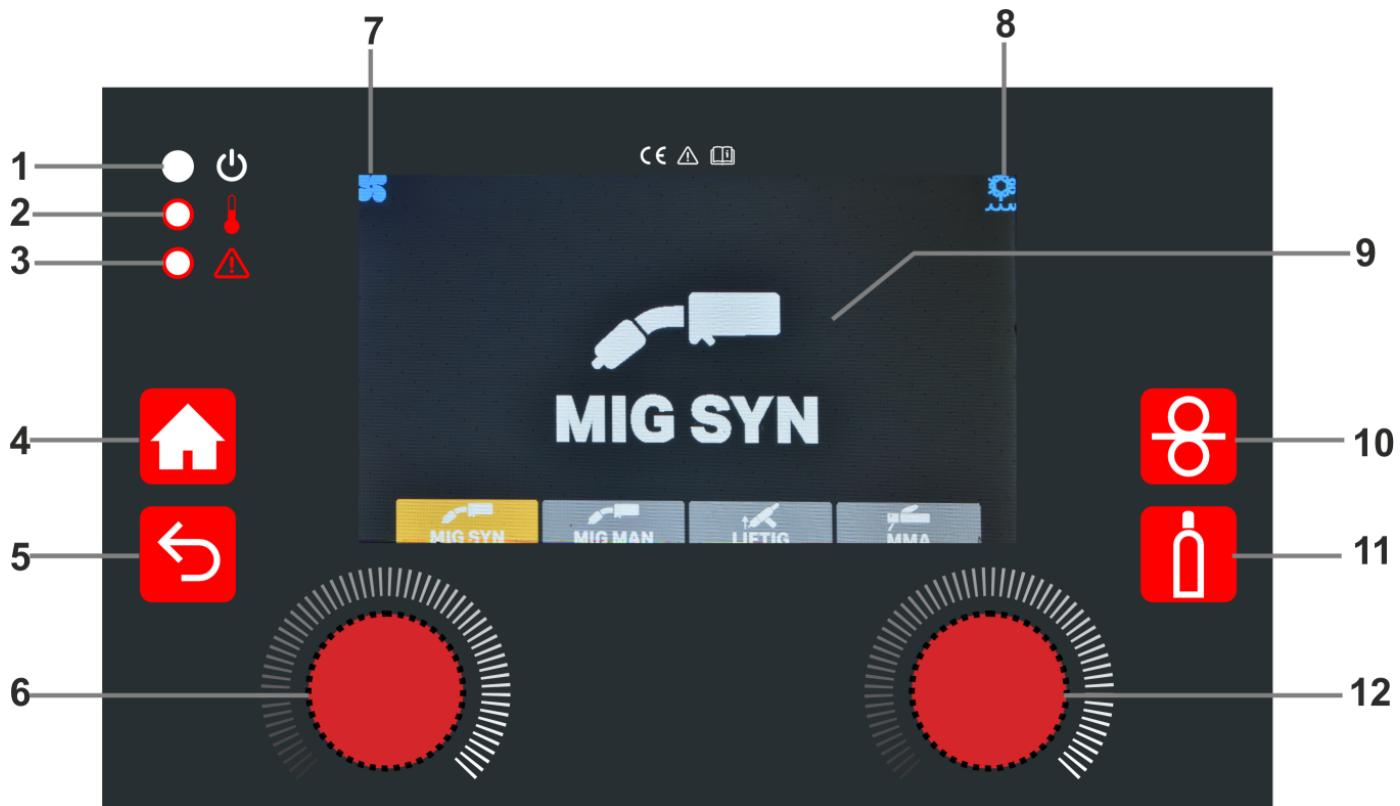
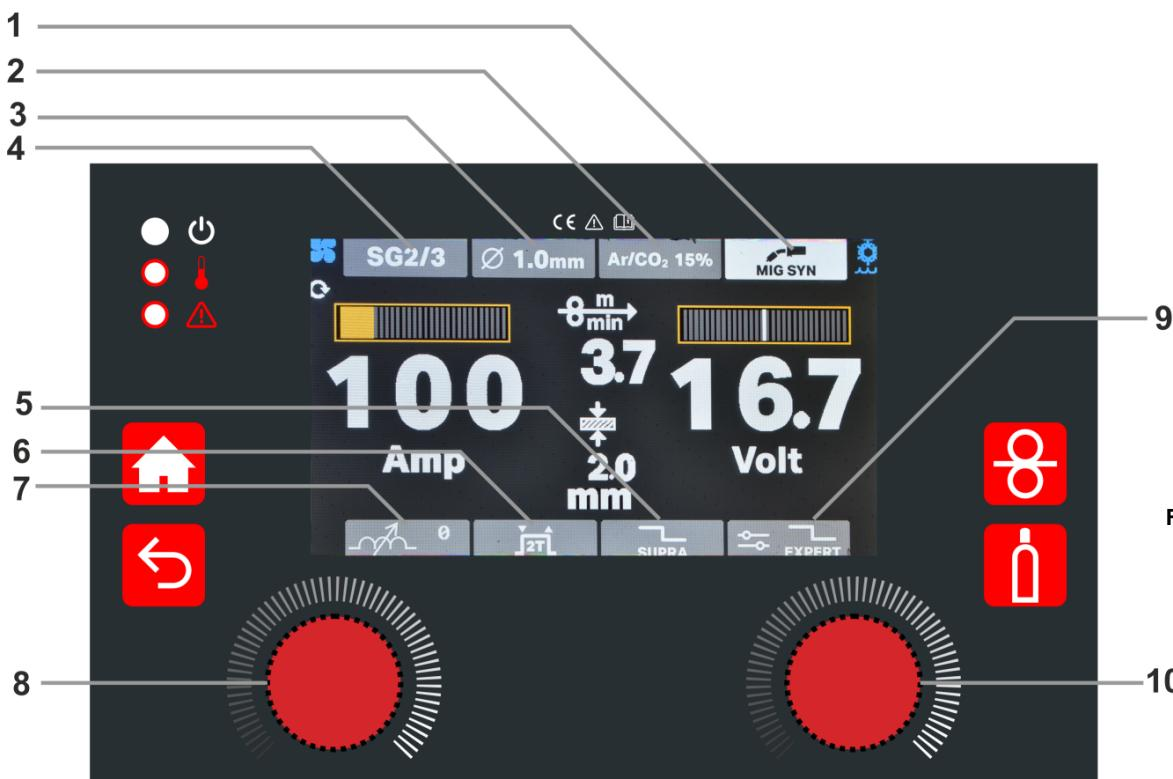
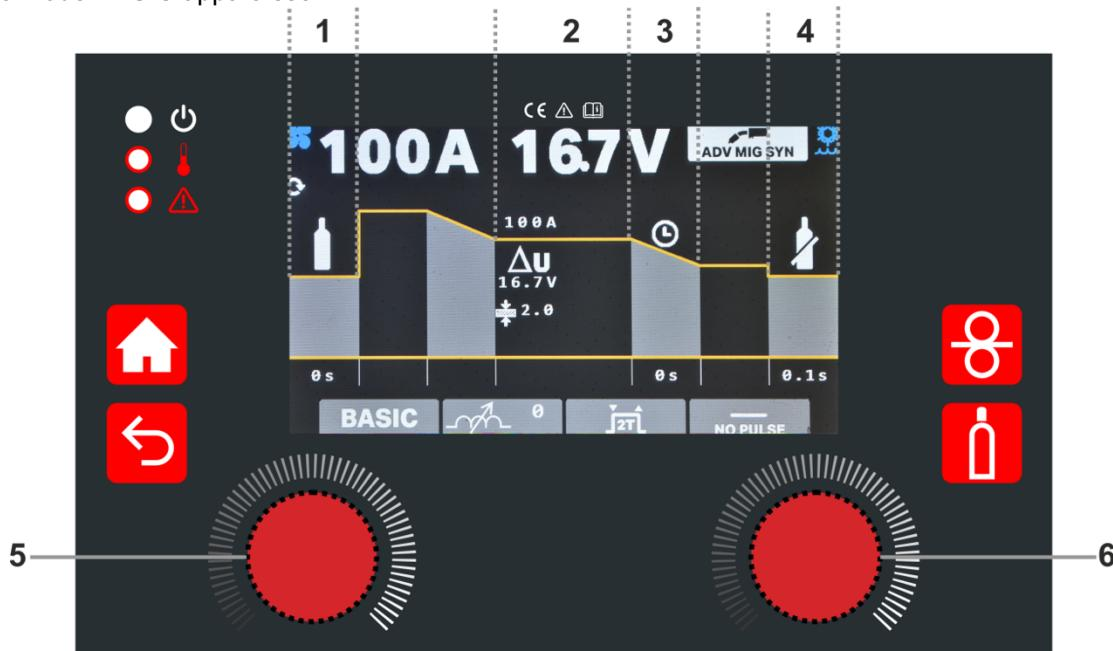
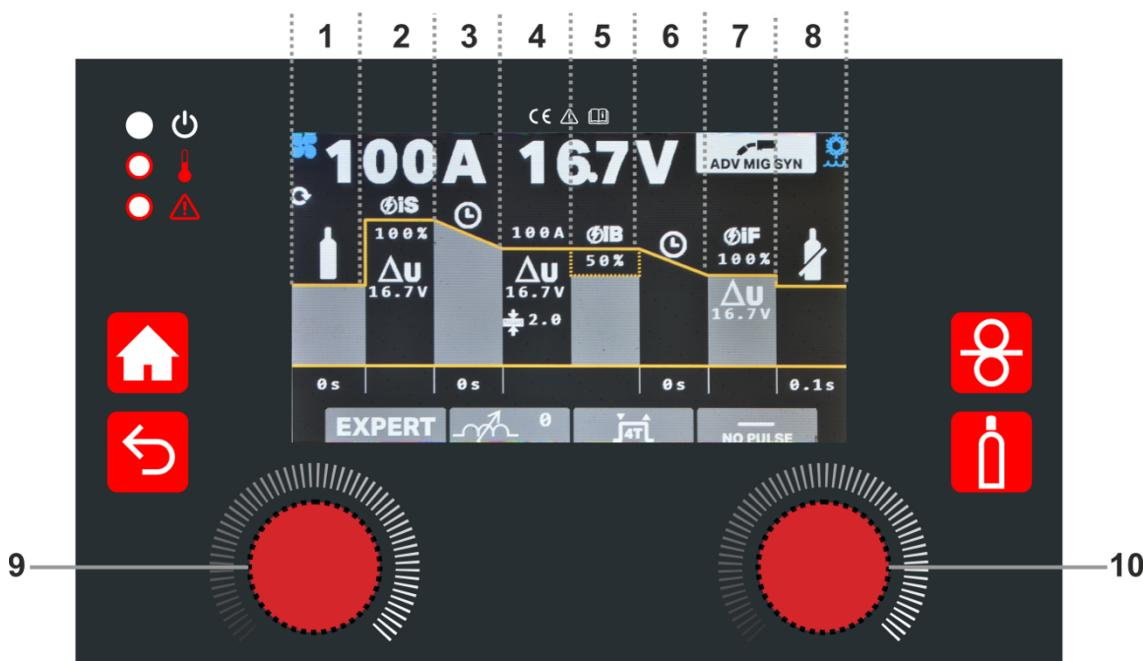

Fig 1.
Fig. 5.
Fig. 6
Fig. 8
- Dévisser l'écrou de serrage (1 - Fig.2) pour placer la bobine de fil sur le support de bobine de fil (4-fig.1). Confirmer que le système de freinage (2- Fig.2) est opérationnel, avec la broche (5- Fig.2) correctement insérée dans le trou de la bobine (3- Fig.2). Une fois la bobine de fil installée, serrer l'écrou.
Sélectionnez le mode de soudage MIG/MAG SYN en appuyant sur l'encoder latéral droit (10 - Fig. 5) dans l'option de menu correspondante. Vous êtes entré dans le mode MIG SYN dans lequel vous pouvez afficher l'état du mode respectif (1 - Fig. 1).
- Tous les éléments du menu deviennent rouges lorsque vous cliquez dessus pour régler leur valeur. Sélectionnez le matériau à souder (point de menu 4 - Fig. 5), le diamètre du fil (point de menu 3 - Fig. 5) et le type de gaz (point de menu 2 - Fig. 5) avec l'encoder droit (10 - Fig. 5) selon les tableaux de programmes synergiques suivants :
- Réglez l'inductance (point de menu 7 - Fig. 5) avec l'encoder latéral droit (10 - Fig. 5) : moins d'inductance (arc plus étroit, plus de pénétration) et plus d'inductance (arc plus large, plus de remplissage).
- Dans le cadre du programme synergique, vous pouvez régler le courant de soudage avec l'encoder de gauche (8 - Fig. 5) et avec l'encoder de droite (10 - Fig. 5), vous pouvez effectuer un réglage synergique fin.
- L'encoder latéral droit (10 - Fig. 5) permet de choisir entre les modes de torche de soudage 2T, 4T ou SPOT :
Mode MIG/MAG par points - Lorsque cette option est sélectionnée, elle indique que la machine est en mode de soudage par points MIG/MAG. Tournez l'encoder latéral droit (10 - Fig. 5) pour sélectionner le temps SPOT en secondes. Commencez le soudage par points en appuyant sur la gâchette de la torche et en la maintenant enfoncée jusqu'à la fin du programme de soudage MIG.
- Vous pouvez choisir entre le soudage en court-circuit non pulsé et SUPRA (point de menu 5 - Fig. 5) à l'aide de l'encodeur latéral droit (10 - Fig. 5). SUPRA est un type de soudage pulsé (alternance de deux niveaux de puissance) avec mode de transfert en court-circuit (voir chapitre 8.4 pour plus d'informations)..
Pour entrer dans ADV MIG SYN, tourner l'encoder droit (Nr.10 - Fig. 5) jusqu'à ce que le bouton (Nr.9 - Fig. 5) devienne jaune. Appuyer ensuite sur le bouton de l'encoder droit. Pour sélectionner le MODE BASIC (en ADV MIG SYN), appuyez sur le bouton de l'encoder droit (nr.6 - Fig. 6) jusqu'à ce qu'un paramètre devienne jaune. Tourner le bouton encoder droit jusqu'à ce que le bouton BASIC/EXPERT devienne jaune. Appuyer sur le bouton encoder droit de manière à ce que le bouton BASIC/EXPERT devienne rouge. Tournez le bouton encoder droit jusqu'à ce que le mode BASIC apparaisse.
Pour entrer dans ADV MIG SYN, tourner l'encoder droit (Nr.10 - Fig. 5) jusqu'à ce que le bouton (Nr.9 - Fig. 5) devienne jaune. Appuyer ensuite sur le bouton de l'encoder droit. Pour sélectionner le MODE EXPERT (dans ADV MIG SYN), appuyer sur le bouton de l'encoder droit (Nr.10 - Fig. 8) jusqu'à ce qu'un paramètre devienne jaune. Tourner le bouton encoder droit jusqu'à ce que le bouton BASIC/EXPERT devienne jaune. Appuyer sur le bouton encoder droit de manière à ce que le bouton BASIC/EXPERT devienne rouge. Tournez le bouton encoder droit jusqu'à ce que le mode EXPERT apparaisse.